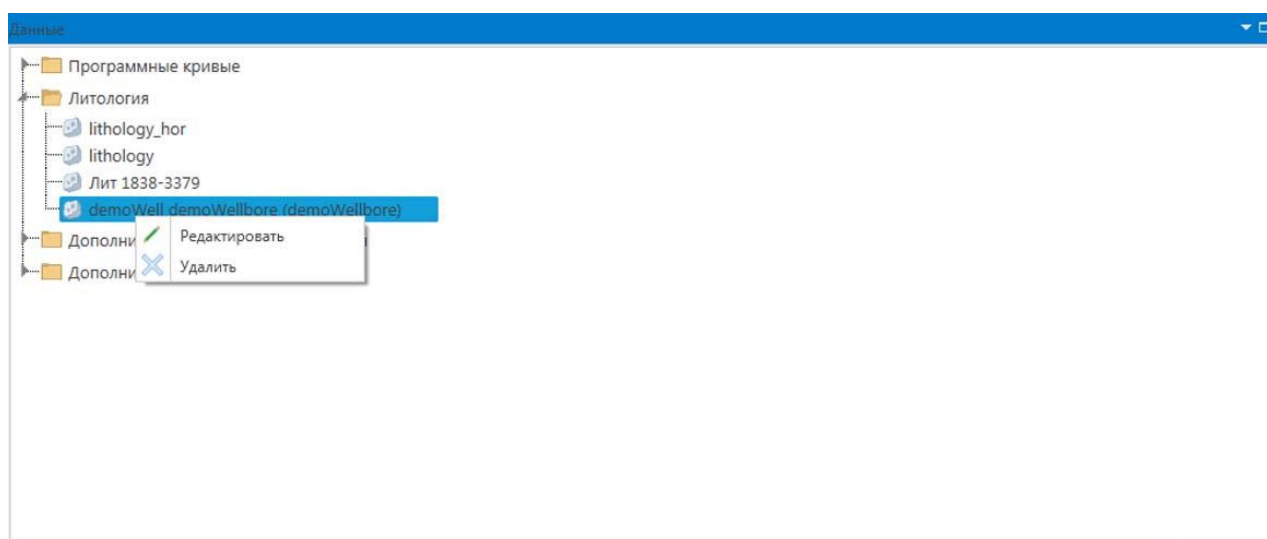

Рисунок 15 Настройка литологии
2. Литология (**Рисунок 15**). Контекстное меню включает пункты: